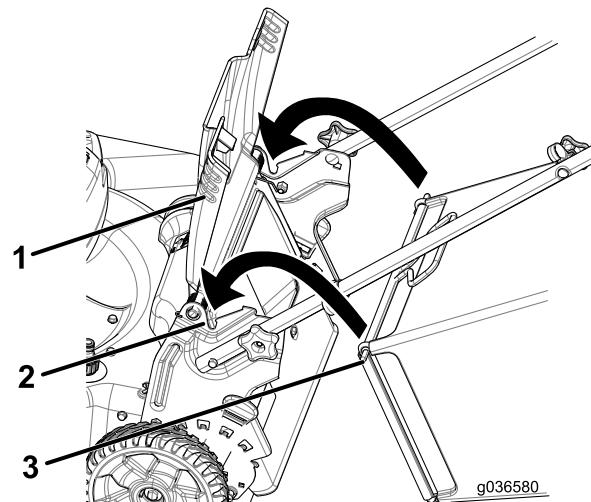

Figura 25
1. Sollevate il deflettore posteriore e tenetelo sollevato (Figura 25).
2. Montate il cesto di raccolta, accertandovi che i suoi perni siano inseriti nelle tacche presenti sulla stegola (Figura 25).